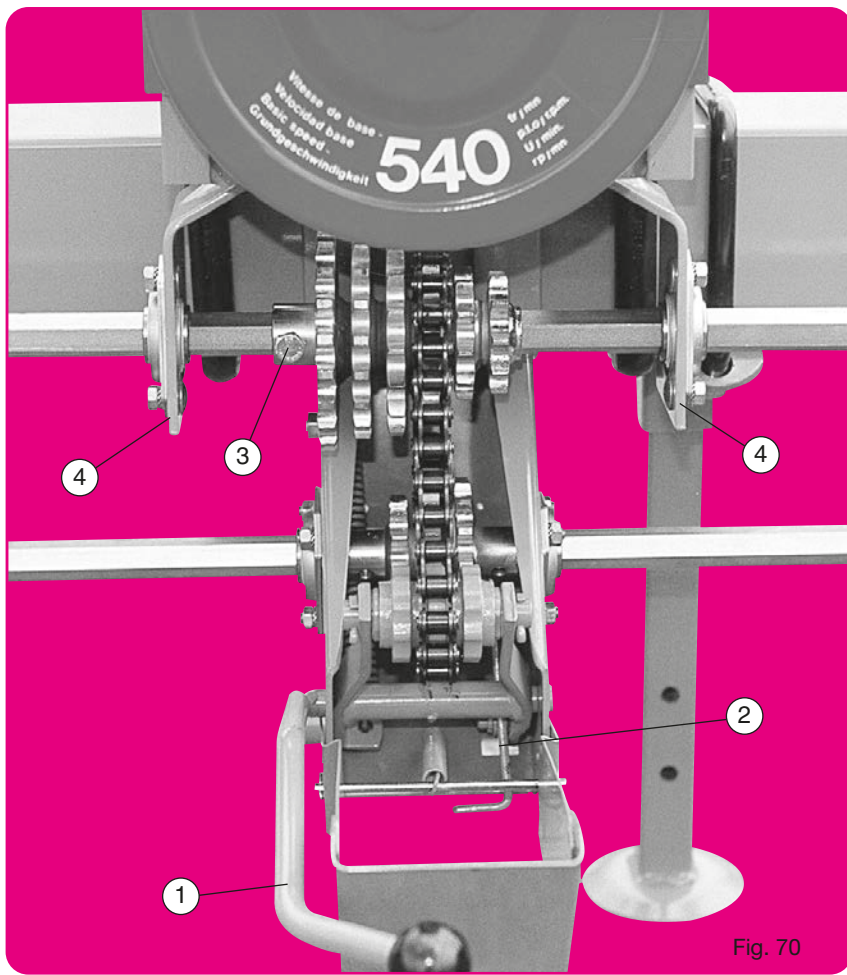

Fig. 70
- Montage normal (fig.70) pour semoir à nombre de rangs pair et inter-rangs supérieur à 45 cm.
- Normal assembly (fig. 70) for planters with an even number of rows and inter-row spacing over 45 cm (18")
Normale Montage (Abb. 70) für Sämaschinen mit gerader Reihenanzahl und Reihenabstand über 45 cm.
- Normale montage (fig. 70) voor een zaaimachine met een even aantal rijen en voor een rijafstand van meer dan 45 cm.